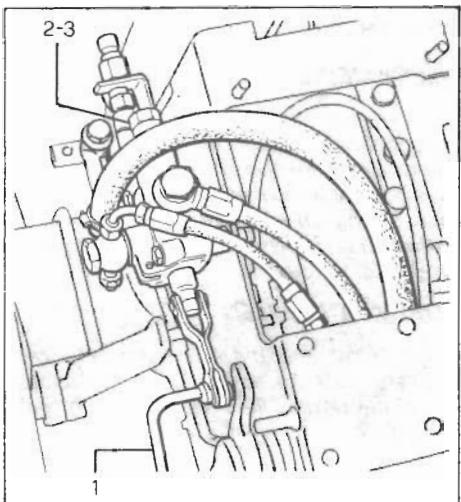

Fig. 24 - Bild 24
- a. Agire sulla leva del distributore idraulico (fig. 24, particolare 1) e **tenendola sollevata** accertarsi che il manometro indichi una pressione di 90 + 100 Atm.
- b. Se ciò non avviene occorre agire opportunamente sulla valvola di sovrappressione (2) avvitando o svitando la vite di registro, dopo avere rimosso il cappellotto a vite di protezione (3).
- a. Act on the hydraulic control valve lever (fig. 24, detail 1). **Hold valve lever up** and make sure the pressure gauge reading is 90 to 100 kg/sq.cm.
- b. If reading is different, action is needed on the relief valve: remove the screw cap (3) and screw out or down the set screw of relief valve (2).
- a. Manoeuvrer le levier du distributeur hydraulique (fig. 24, détail 1) **et tout en le tenant soulevé**, s'assurer que le manomètre indique une pression de 90 à 100 Atm.
- b. Dans le cas contraire, agir sur le clapet de surpression (2) en serrant ou en desserrant la vis de réglage après avoir enlevé le chapeau de protection à vis.
- a. Den Steuerhebel des hydraulischen Verteilers (Bild 24, Detail 1) **betätigen und sich bei hochgehobenem Hebel vergewissern**, dass das Manometer einen Druck von 90 - 100 kg/cm2 anzeigt.
- b. Sollte der Druck nicht stimmen, die Schutzkappe (3) entfernen und auf das Überdruckventil (2) wirken, wobei die Einstellschraube an-oder abgeschraubt wird.
2. Insufficiente pressione. Agire sulla valvola di sovrappressione posta sul distributore aumentando la taratura stringendo la vite posta all'interno del corpo portamolla dopo avere rimosso il cappellotto di protezione (fig. 24).
2. Low pressure. Adjust the relief valve on the control valve tightening the screw inside the spring housing. To gain access to the screw, remove the protection cap (fig. 24).
L'outil ne se soulève pas ou monte avec difficulté.	<ol style="list-style-type: none"> <li>Manque d'huile hydraulique dans le boîte de vitesses. Verser de l'huile jusqu'au niveau établi.</li> <li>Pression insuffisante. Agir sur le clapet de surpression placé sur le distributeur et augmenter le tarage en serrant la vis à l'intérieur du corps porte-serrage, une fois enlevé le chapeau de protection (fig. 24).</li> <li>Fuites d'huile dans le distributeur. Le remplacer.</li> <li>Fuites d'huile dans le vérin. Vérifier le vérin et le remplacer si besoin est.</li> <li>Pompe hydraulique en panne; la remplacer.</li> </ol>
Das Gerät hebt sich nicht oder nur mit Schwierigkeit.	<ol style="list-style-type: none"> <li>Ungenügendes Hydrauliköl im Schaltgetriebe. Ölstand wieder herstellen.</li> <li>Ungenügender Druck. Das auf dem Verteiler angebrachte Überdruckventil einstellen, wobei die im Inneren des Federträgers angeordnete Schraube nach Entfernung der Schutzkappe angeschraubt wird (Bild 24).</li> <li>Överluste im Verteiler. Den Verteiler ersetzen.</li> <li>Överluste im Hubzylinder. Den Hubzylinder instandsetzen oder ggf. ersetzen.</li> <li>Hydraulikpumpe beschädigt. Ersetzen.</li> </ol>